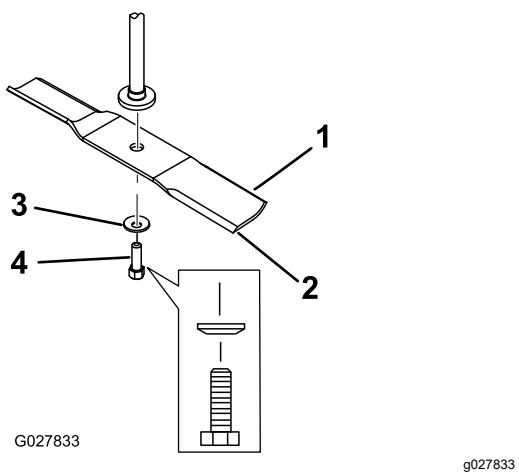

Рисунок 62
2. Отверните болт ножа, снимите изогнутую шайбу и нож с вала шпинделя (Рисунок 62).
1. Установите нож на шпиндель (Рисунок 62).
2. Установите изогнутую шайбу (чашеобразной стороной в сторону ножа) и болт ножа (Рисунок 62).